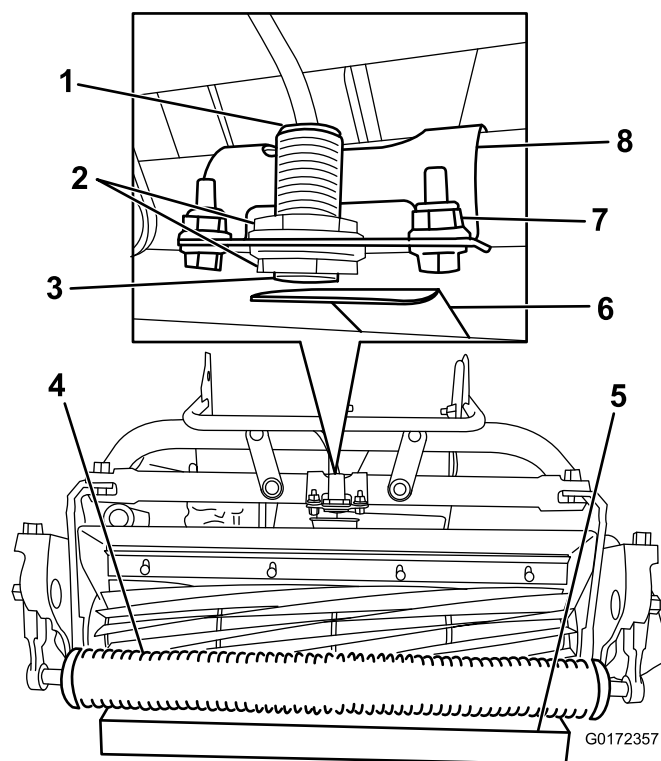

Figura 14
2. Desaperte as porcas de bloqueio no sensor e ajuste o sensor de forma a que seja visível uma rosca após a porca de bloqueio inferior (Figura 14).
4. Coloque um calço de 3,8 cm por debaixo do rolo da unidade de corte frontal (Figura 14).
5. Remova os dispositivos de fixação que fixam os suporte do sensor à estrutura (Figura 14).
8. Rode o suporte do sensor na direcção da placa alvo até que a luz na parte superior do sensor acenda (Figura 14). Se já estiver aceso, rode-o afastando-o da placa alvo até que apague e, então, inverta a direcção até que acenda novamente.